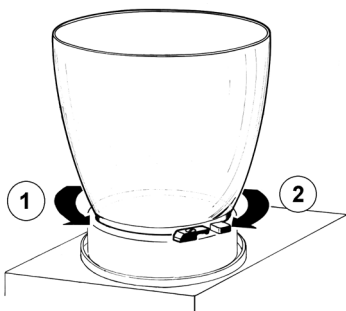

figure 2
- 4 Retirez le conteneur en le faisant tourner (1) dans le sens contraire des aiguilles d'une montre (voir figure 2).
**2** Remontez le joint du conteneur. Remontez le conteneur en le tournant dans le sens (2) des aiguilles d'une montre. Pour faciliter l'opération, mouillez le joint à l'eau (voir figure 2).
**3** Appuyez sur (1) la touche de commande du robinet et insérez (2) le petit bouchon de caoutchouc au fond de l'évaporateur. Tirez (3) légèrement vers le